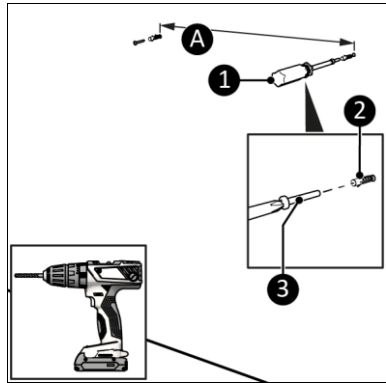

Figura 9
8. Faceți două găuri cu distanța dintre ele de aproximativ 160 mm (Figura 9, poz. A). Și la o distanță minimă de la podea de:
9. Introduceți diblurile de perete (Figura 9, poz. 2).
10. Înșurubați două șuruburi mari (Figura 9, poz. 3) pe perete folosind o șurubelniță Phillips (Figura 9, poz. 1). Lăsați șuruburile să iasă la câțiva milimetri de perete.